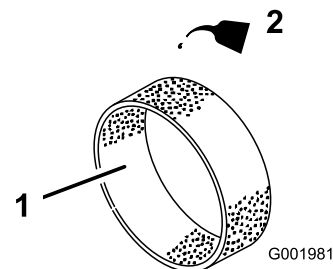

Figura 47
- Ponga 30–60 ml de aceite en el elemento (Figura 47).